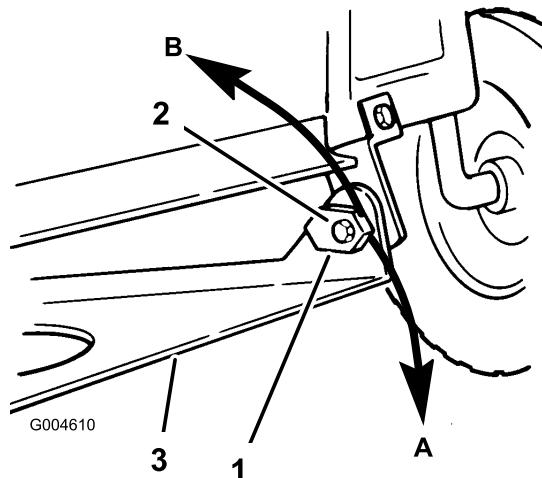

Figura 48
15. Ajuste la inclinación longitudinal girando las tuercas especiales de ajuste de la inclinación en ambos lados del soporte de pivote del cortacésped (Figura 48).
16. Gire lentamente la tuerca de ajuste de la inclinación izquierda, hacia abajo para elevar la parte delantera del cortacésped, y hacia arriba para bajar la parte delantera del cortacésped (Figura 48). Gire la tuerca de ajuste de la inclinación hasta que la parte delantera del cortacésped esté entre 6 y 16 mm más baja que la parte trasera del cortacésped.